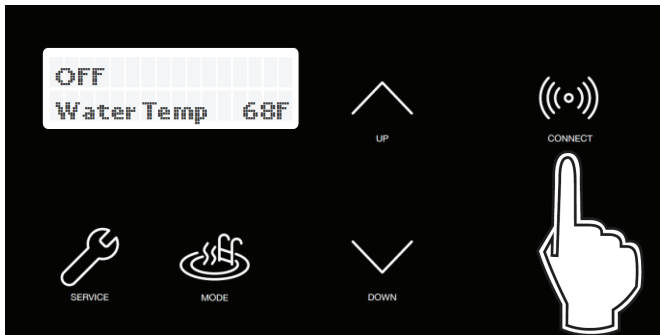

Figure 78. Touche CONNECT
- Tenez-vous près de l'affichage de l'appareil AVIA. Appuyez sur la touche CONNECT, voir **Figure 78**.